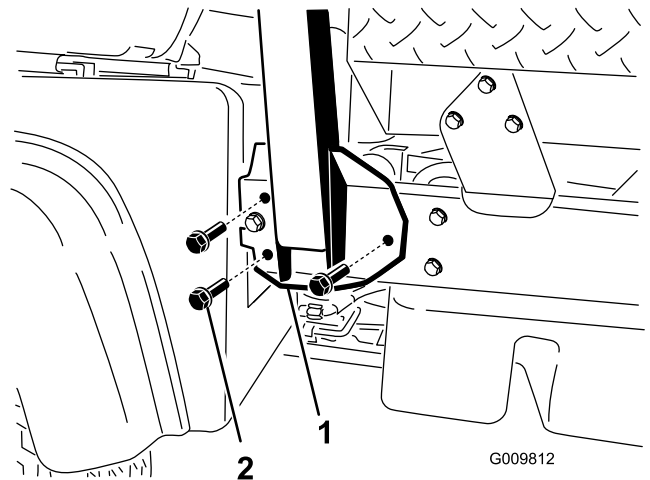

Figure 6
2. Placez chaque côté du système ROPS en face des trous de montage de chaque côté du cadre du véhicule (Figure 6).
3. Fixez le support du système ROPS de chaque côté du cadre de la machine au moyen de 3 boulons à embase (1/2 x 1-1/4") (Figure 6).